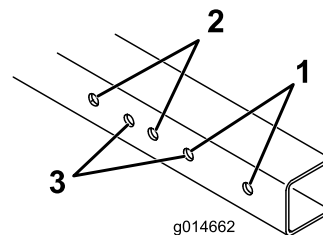

图2
1. 请参阅图2确定应该选用哪些安装孔以适合您的果岭修剪机宽度。
注意 在 Greensmaster 1000、1010 和 2000 上当配备疏草刀时必需卸下疏草刀端的车轮轴然后购买并安装新的车轮轴零件号 106-5385。此外疏草刀端的轨道总成必须安装到 Greensmaster 1600 和 1610 孔位置上 图2。